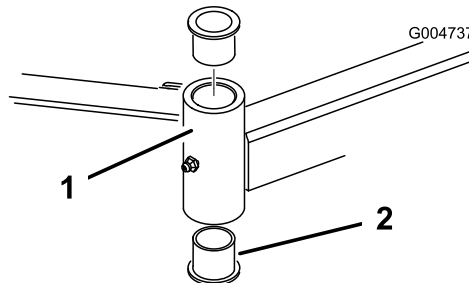

Рисунок 79
- Вставьте пробойник сверху или снизу монтажной трубы и выбейте втулку из трубы (Рисунок 79).